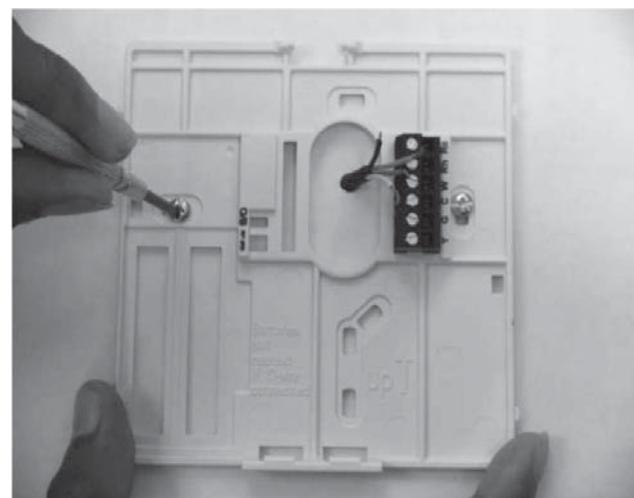

Fig. 1 - Fixation de la platine de support
4. Faire passer les câbles de l'unité NUI à travers le grand trou de la base de fixation. Niveler la base de fixation contre le mur et marquer le mur pour percer 2 trous de fixation. Voir Fig. 1